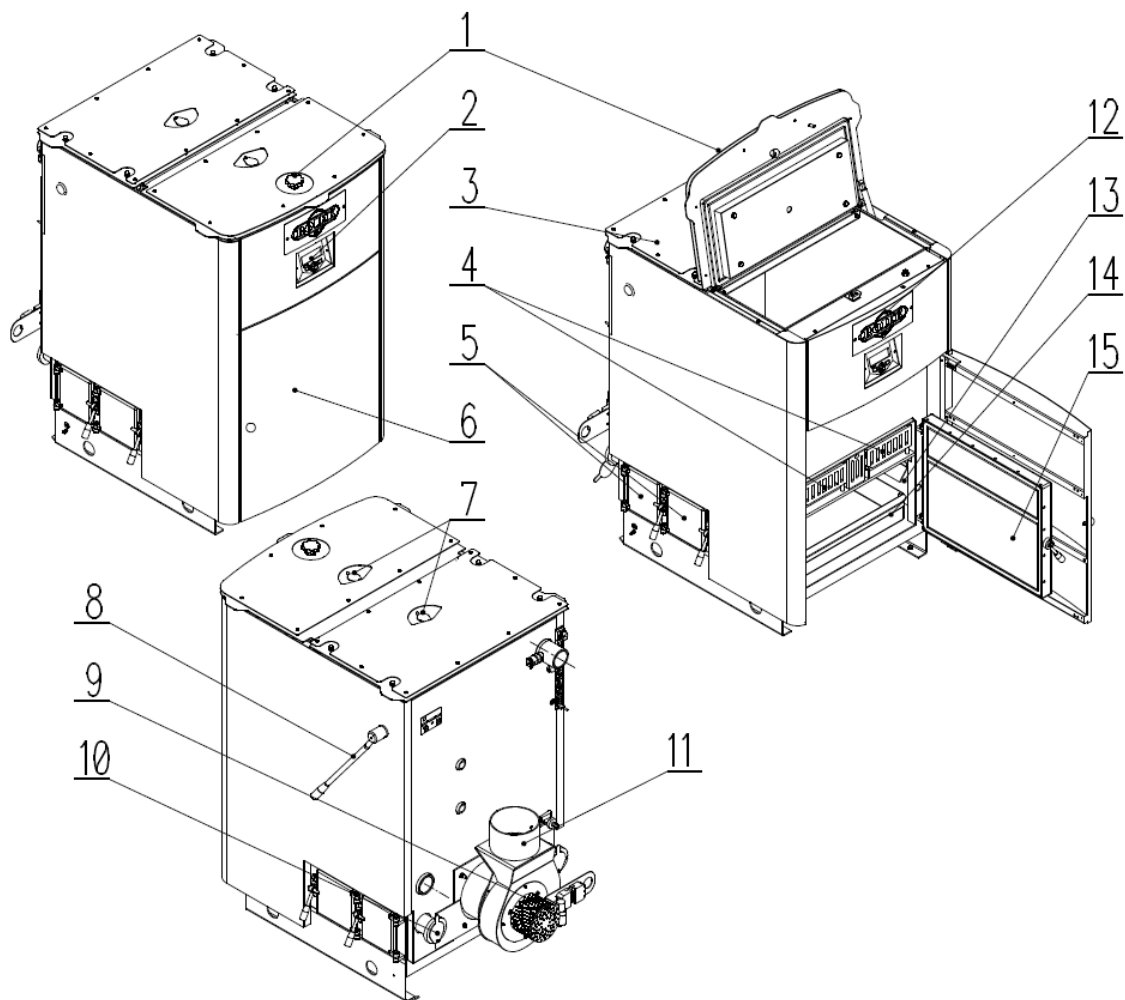

Bild 16
j) Beim Holzauffüllung besichtigen Sie zuerst in die Brennkammer durch die Visierspalte (7) in der Oberpartie der Brennkammer. Beschicken Sie nur wenn in der Kammer nur glühender Kohlenstoff bleibt. Andernfalls die Abgasflucht des Rauchs in den Zimmerraum droht.
Für eine richtige Kesselfunktion ist es nur nötig die Saugungsrelation der primären und sekundären Luft nach der Brennstoff-Art und -Qualität und nach dem Kaminzug einzustellen. Diese Einstellung kann man nicht genau festlegen und es ist notwendig die Luft individuell nachzustellen. Stellen Sie es mittelst der Klappen des (10) Luftzufuhr in der Kesselhinterpartie und mit dem (12) Gewicht der Luftklappe in der Kesselpartie (unter dem Firmenzeichen - nach der Kesselausführung). Die beste Zurichtung erreichen Sie mittelst dem Rauchgasprüfer (Sauerstoffüberschuß ca. 7%). Falls der Prüfer zur Verfügung nicht ist, führende wird die Flammenfarbe sein, die hellorange, und bei der diese bis zu blau, sein muß. Falls die blaue Flammenfarbe überwiegt, bedeutet es den Sauerstoffüberschuß, und es ist nötig den Luftzufuhr zu mindern. Falls die Flamme dunkelorange ist, müssen wir die Luftmenge vergrößern. an Primärluft-klappen (10) Bild 16 manuell in Kesselheckpartie nach Rauchgasprüfer oder nach der Flammenfarbe einstellen.
Im vorderen Teil des Kessels, oberhalb der Steuerung und unter der Abdeckung mit dem ROJEK-Logo (Bild 16), befindet sich eine **weitere Regelklappe**, mit der wir die Luftmenge im oberen Teil der Beschickungskammer regulieren. Diese Sekundärluft wird zur Regulierung der Ausbrandrate des Kraftstoffs verwendet.